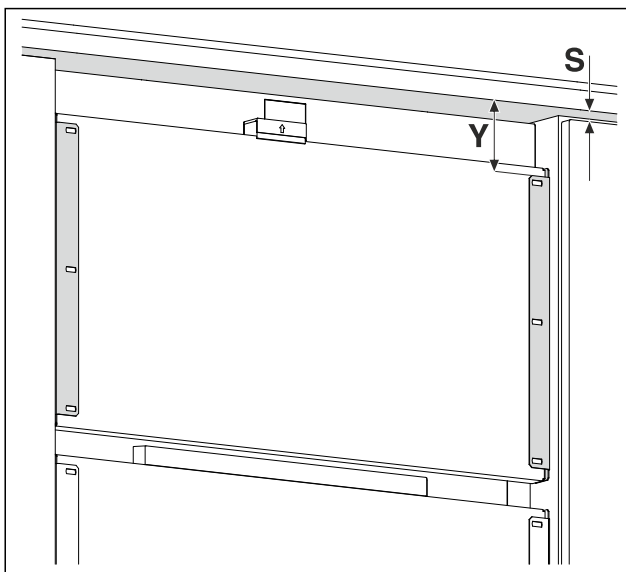

Fig. 16 Beispielhafte Darstellung
- Abstand Fig. 16 (Y) von Unterkante Möbelfront zum Halte-winkel messen.
- Abstand Fig. 16 (S) von Unterkante Möbelfront auf obere Kante Möbeltür messen.